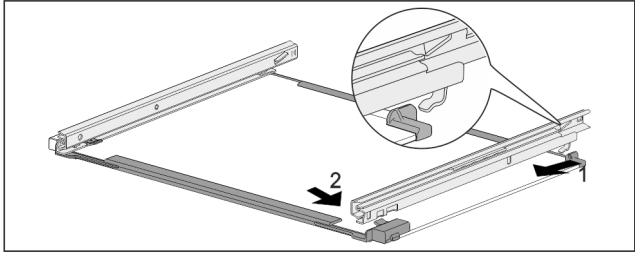

Fig. 160 带轨道的玻璃隔板
- ▶ 轨道后部钩入。Fig. 160 (1)
- ▶ 轨道前部卡紧。Fig. 160 (2)